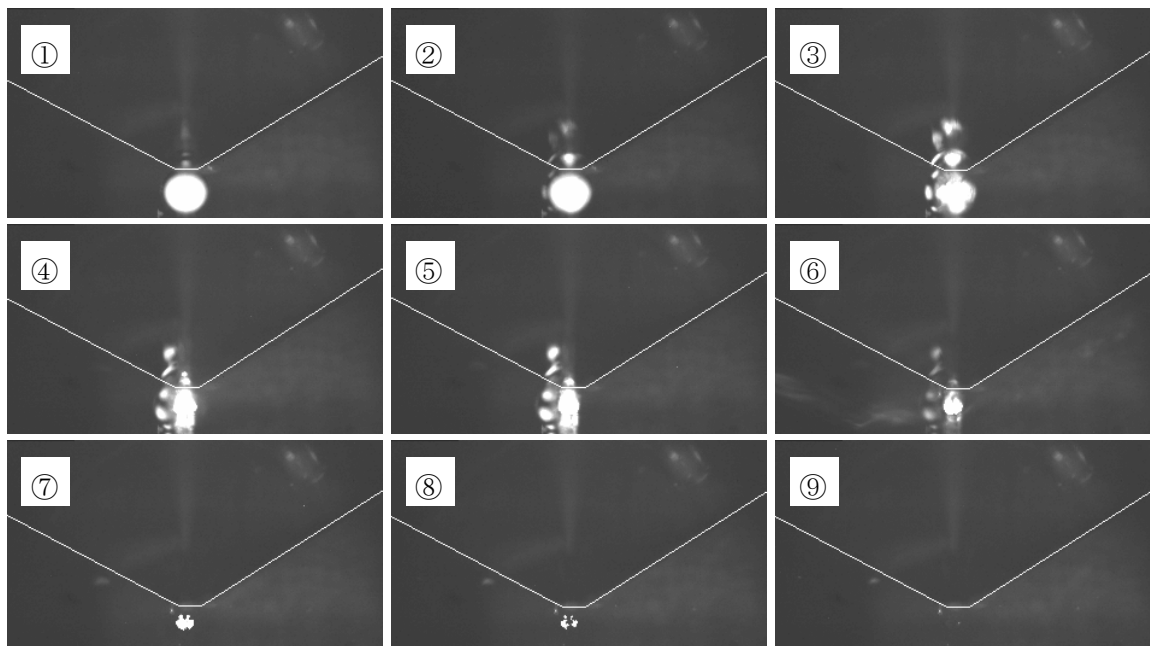

図 3 ガラスビーズが破壊する様子。
図 2 のグラフ中の動画撮影点(変位が急激に増加を始めた点)における、高速カメラで撮影した画像を図 3 に示します。①は破壊直前の状態で試料の上に圧盤(直径 50 $\mu$ m)が接触しています。②では破壊が始まり試料の周りに破片の飛散が少し見えます。③ではさらに飛散が増えており、この破片として飛散するとにより④以後は圧盤下の試料が徐々に無くなり、⑨では見えなくなっています。この 8 コマ(2ms)の間に破壊現象は終了していることが確認できました。